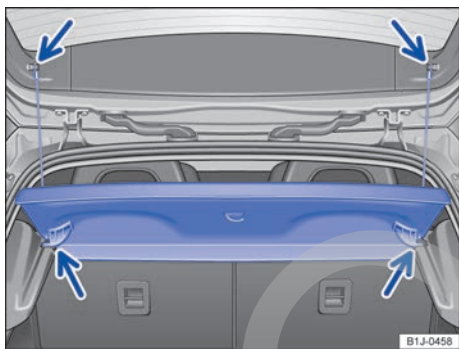

Fig. 129 En el maletero: desmontar y montar la cubierta.
- Desenganche las cintas de sujeción del portón del maletero → fig. 129 (flechas superiores).
- Extraiga la cubierta de los soportes laterales → fig. 129 (flechas inferiores).
- Encastre la cubierta en los soportes laterales → fig. 129 (flechas inferiores).
- Enganche las cintas de sujeción en el portón del maletero → fig. 129 (flechas superiores).